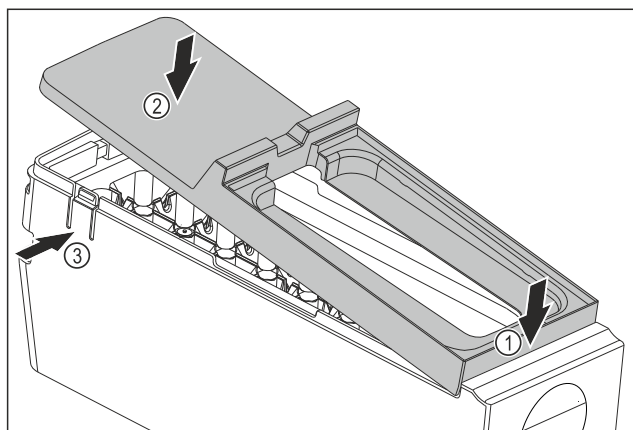

Fig. 134
- Montare la copertura del corpo dell'EasyTwist-Ice: Applicare la copertura sul davanti. Fig. 134 (1)
- Abbassare la copertura sul retro. Fig. 134 (2)
- ▷ La copertura si innesta in entrambe le linguette Fig. 134 (3) in modo udibile.